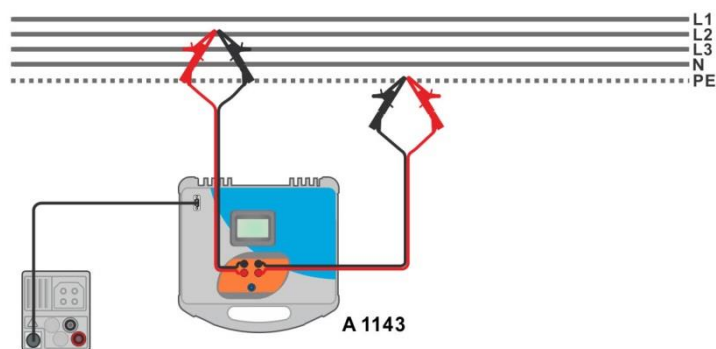
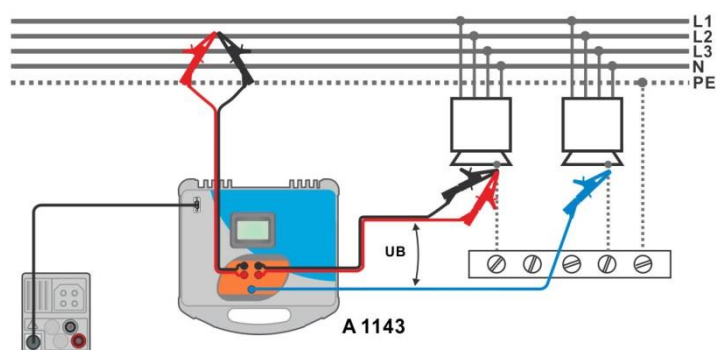

Figura 7.35: Medición de impedancia de bucle de alta precisión – conexión de A 1143
Figura 7.36: Medición de tensión de contacto – Conexión de A 1143
- ▶ Conecte las puntas de prueba al objeto a prueba, vea la **Figura 7.35** y **Figura 7.36**.